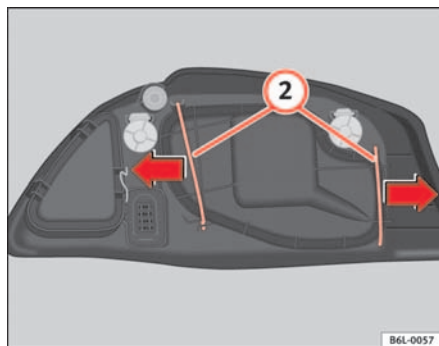

Fig. 142 Lámpara luz de cruce
- Desplace los tirantes ② ⇒ fig. 142 hacia afuera, en el sentido de las flechas y retire la tapa.
- Coloque la tapa de plástico y coloque los tirantes ② ⇒ fig. 142.